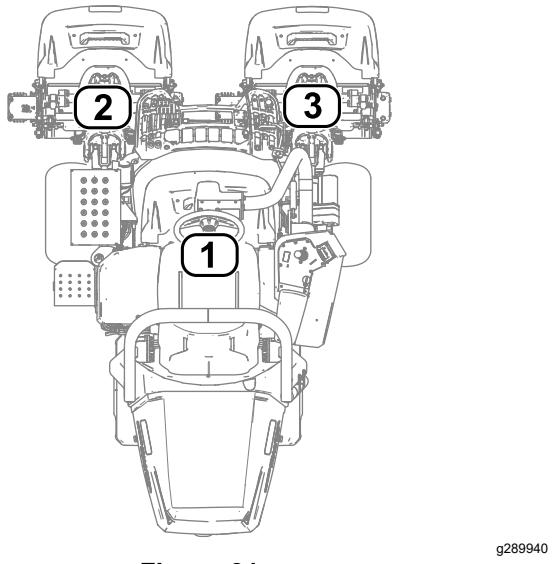

Figura 31
- 1 refere-se à unidade de corte central (Figura 31)
- 2 refere-se à unidade de corte frontal esquerda (Figura 31)
- 3 refere-se à unidade de corte frontal direita (Figura 31)